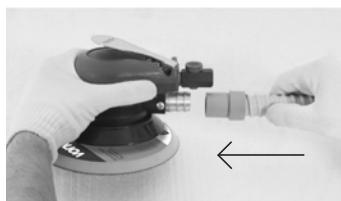

Fig. 4 – Conexión del recolector de polvo
- Fije una lija (no viene con el producto) sobre la base de lija; • Conecte la manguera del recolector de polvo (Fig. 4);